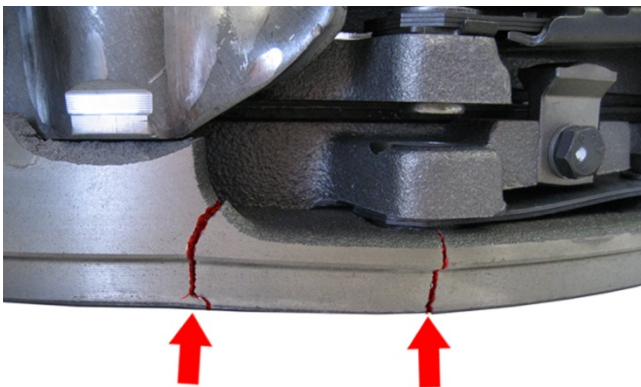
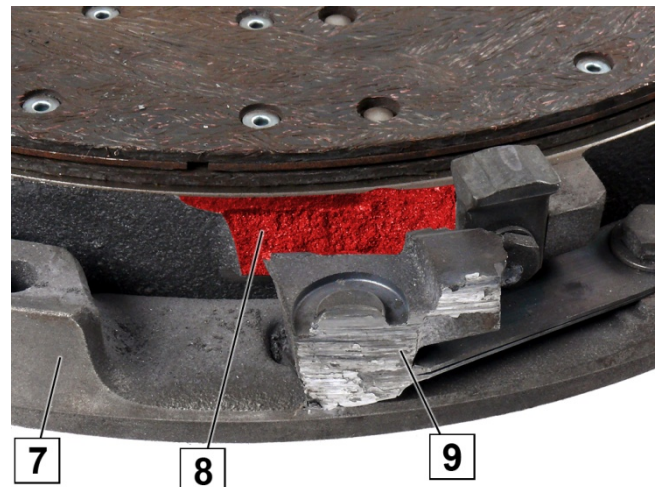

Bild 2: Mellanring bruten
Bild 3: Mellanring, ögla avbruten och avnött mot kopplingskåpa
Montera inte lamellkoppling med avbruten mellanring (bild 2). Den brutna mellanringen förorsakar frikopplingssvårigheter. Den avbrutna öglan (9) till mellanringen (7) rör sig genom centrifugalkraften utåt och skadar kopplingskåpan (bild 3).
- Kontrollera om det finns brottställen på mellanringen (7) (bild 2).
- Kontrollera mellanringen (7) bakom öglorna (6) om det finns skador. En avbruten ögla kan sticka ut över kopplingskåpan (1) ytterdiameter.